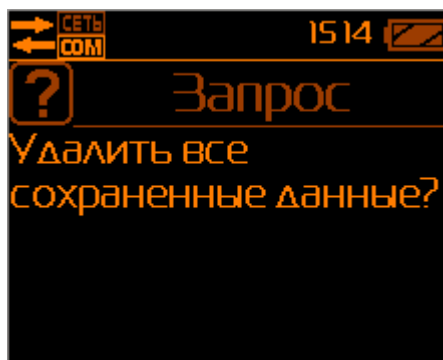

Рис.32. Запрос подтверждения удаления данных при выборе меню «Очистка».
2.3.7.2. Удаление результатов измерений из памяти блока отображения информации осуществляется выбором пункта «Очистка» в меню Настроек. Происходит одновременное удаление всех результатов измерения освещенности, яркости и КЕО, хранящихся в памяти БОИ-01. Для предотвращения случайного удаления данных на дисплей выводится информация для подтверждения действий оператора (Рис.32).